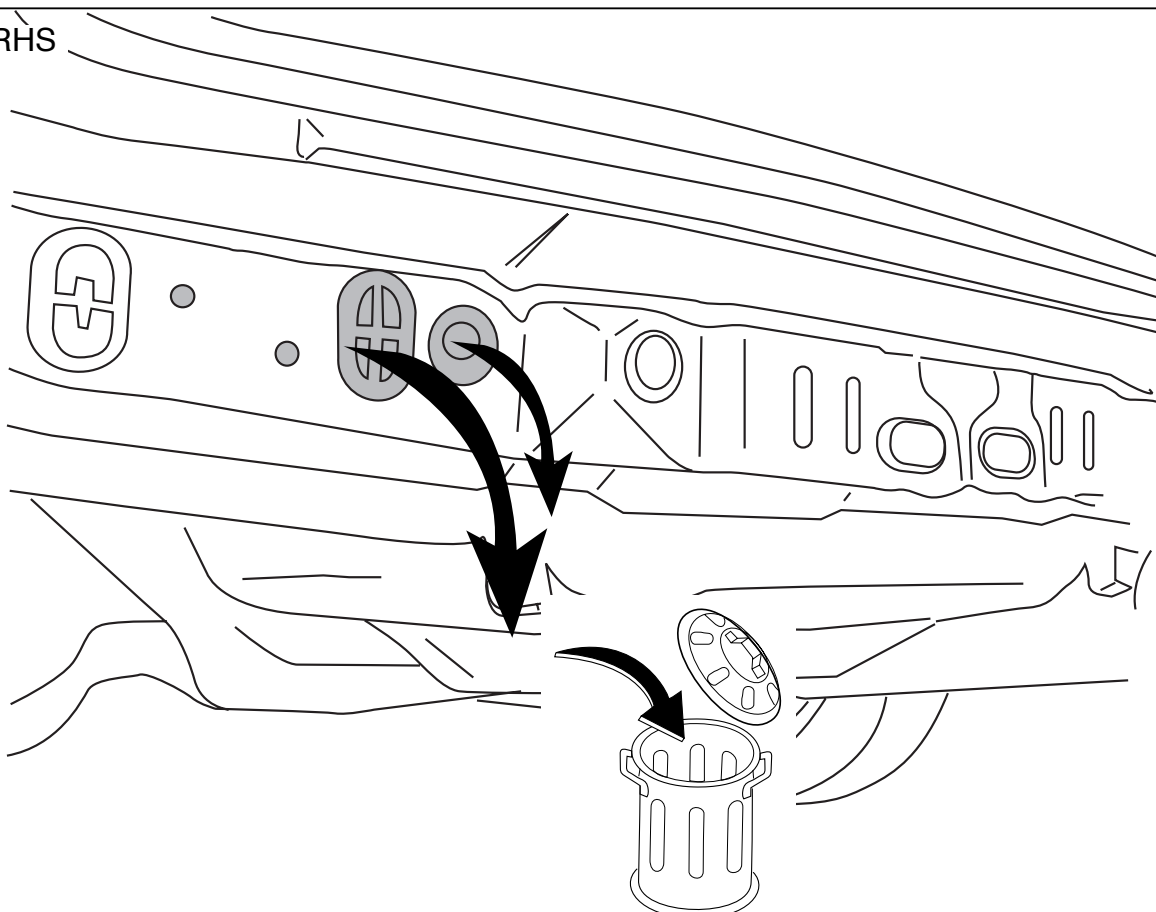

Fig.1
5. Bei den angegebenen Punkten die Gummikappen entfernen (siehe Abb. 1).
11. Die Seitenwand (L) / (R) bei den Punkten B und C anlegen.
5. Enlever les bouchons en caoutchouc à l'emplacement des points indiqués (voir la fig.1).
11. Placer la plaque latérale (G) / (D) à l'emplacement des points B et C.
5. Avlägsna gummikåporna vid de markerade punkterna (se fig. 1).
11. Placera sidoplattan (L) / (R) vid punkterna B och C.
5. Fjern gummikapslerne ved de markerede punkter (jævnfør fig. 1).
11. Anbring sideplade (V)/(H) ved punkterne B og C.
5. Retirar a la altura de los puntos indicados los tapones de goma (véase la fig. 1).
5. Rimuovere i tappi in gomma dai punti indicati (vedi fig. 1).
11. Posizionare il pannello laterale (SX) / (DX) in corrispondenza dei punti B i C.